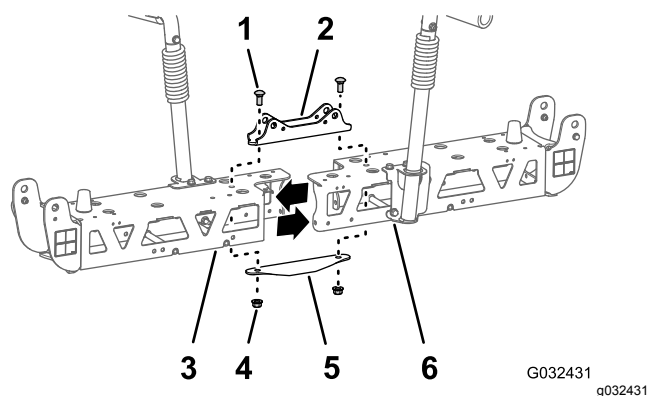

Bild 51
2. Entfernen Sie die zwei Schlossschrauben (1/2" x 1-1/4") und die zwei Sicherungsmutter (1/2"), mit denen die schmale Zylinderbefestigung, die linken und rechten Trägerrahmen und die schmale Verbindungsplatte befestigt sind (Bild 51).